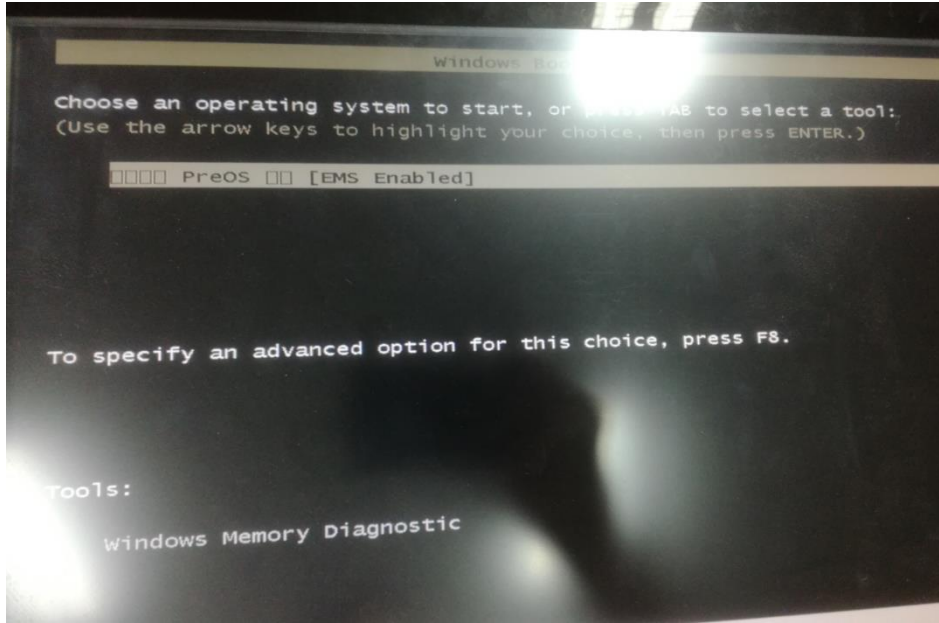

图 2.4
*提示：系统开机按下【F9】进入系统备份还原时若出现图 2.4 请按下 Enter 键进入即可，系统备份还原时请注意查看 C 盘容量大小，C 盘占用不要超过 50G。在进行用户还原或者出厂还原之前会自动将“C:\FangLing”目录拷贝到“D:\user\FangLing\_Backup\”目录下。*